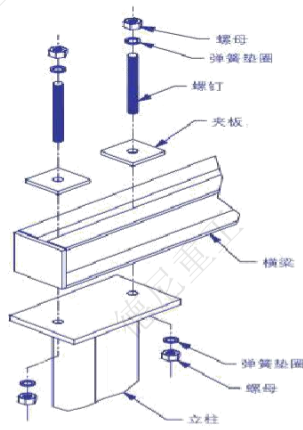
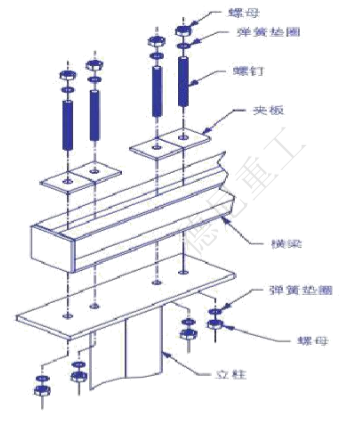

图3A. 用双螺栓安装横梁
图3B. 用四螺栓安装横梁
- 3.1 将横梁提起并放置在两根已安装好的立柱上（参阅所附的总装图 上有关横梁的尺寸和位置）。使用提供的夹板和紧固件将横梁同立柱连接（双螺栓连接，参见图 3A，双螺栓连接，参见图 3B）。